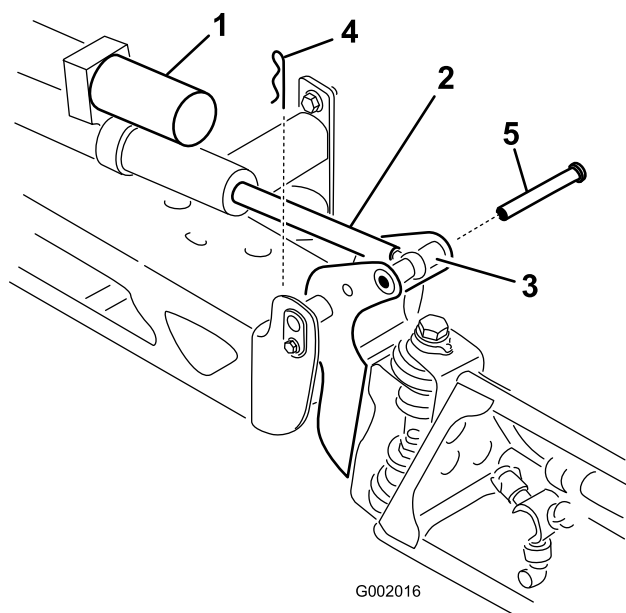

Figure 45
2. Retirez la goupille fendue de l'axe de pivot (Figure 45).
3. Soulevez la rampe et déposez l'axe (Figure 45). Abaissez lentement la rampe au sol.
6. Élevez la rampe pour aligner le pivot sur la tige d'actionneur. Tout en maintenant la rampe, insérez l'axe dans le pivot de rampe et la tige d'actionneur (Figure 45).